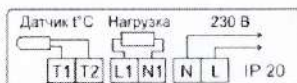

Рисунок 1 - Схема подключения терморегулятора
4. Подключите к терморегулятору провода электропитания, греющего кабеля и выносного датчика в соответствии с рис. 1. Выведите кабель питания, кабель нагрузки и кабель датчика температуры через герметичные кабельные вводы.